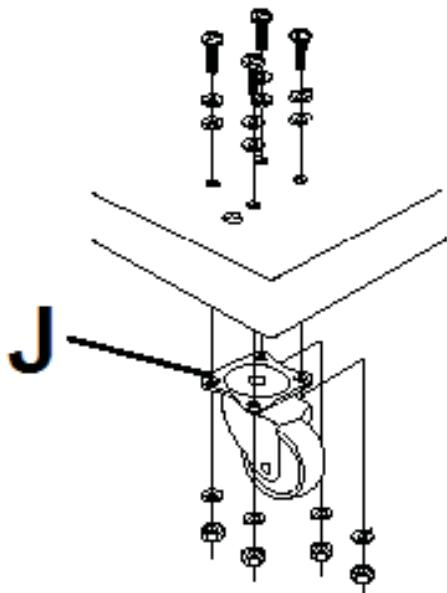

Рис. 3
- Прикріпіть чотири ролики до нижньої сторони основи за допомогою болтів з контрошайбами і гайками (Рис. 3).